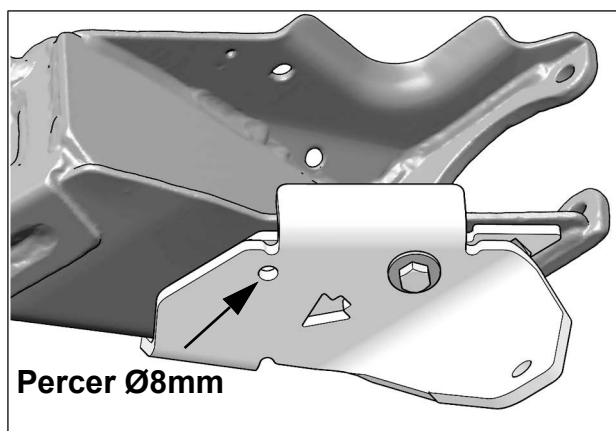

Fig. 6
6. En utilisant le trou libre de la plaque d'ancrage comme gabarit, percer un trou additionnel de Ø8mm dans le bras oscillant de la suspension arrière du véhicule. Voir la Fig. 6